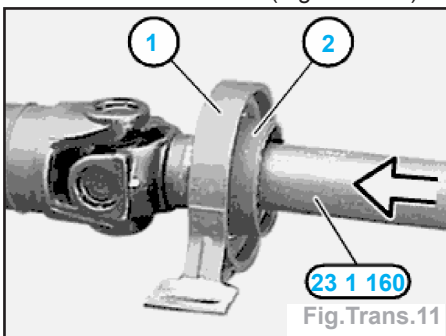

Fig. Trans. 11
- Glisser le nouveau palier central (1) sur l'arbre de transmission (Fig. Trans. 11).